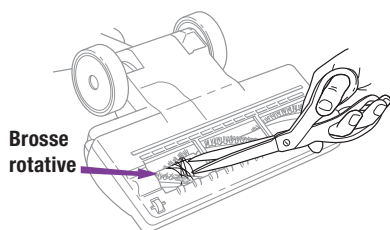

Fig. 29
- 2 Inspectez l'ouverture inférieure et la brosse rotative. S'il y a des débris accumulés, veuillez les enlever. Avec des ciseaux, coupez soigneusement tout débris enroulé autour de la brosse rotative. Évitez de couper et d'endommager les soies de la brosse. (Fig. 29)